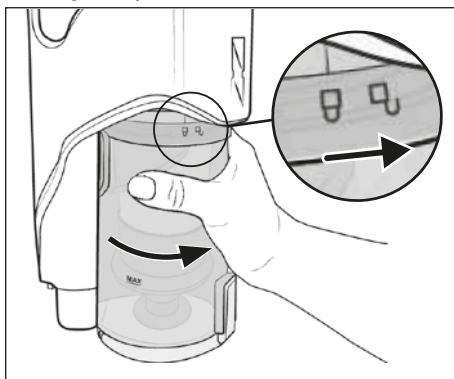

Abb. 25
- 8) Setzen Sie den Staubbehälter **7** wieder in das Gerät und drehen Sie ihn in Richtung des Symbols  (schliessen), bis er fest im Gerät sitzt (siehe Abb. 25).